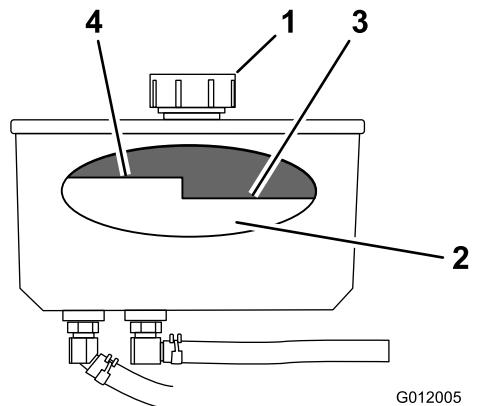

Figura 68
3. Pulite la zona attorno al tappo e al collo del bocchettone del serbatoio idraulico (Figura 68).
4. Togliete il tappo dal collo del bocchettone (Figura 68).
Nota: Il livello del fluido (caldo) deve essere inferiore al segno di livello 'caldo' del deflettore (Figura 68).